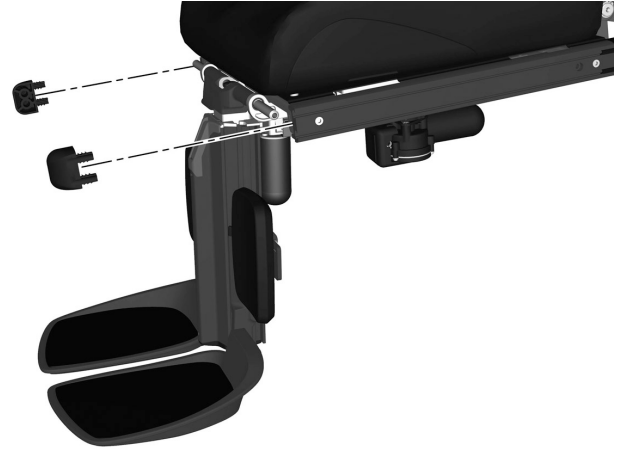

Abbildung 186. Die vorderen Enden der UniTrack-Schienen erneut montieren.
- Die vorderen Enden der UniTrack-Schienen montieren. Siehe Abbildung. 186.